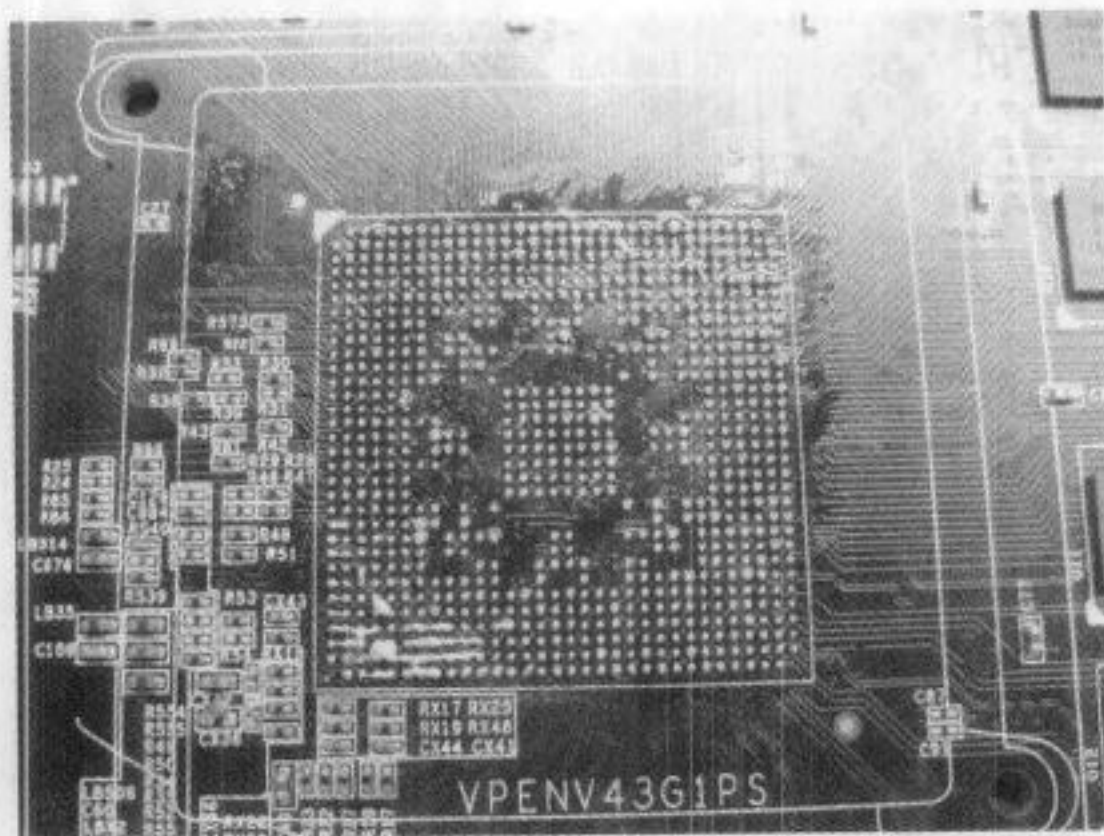

图 5-18 拆下 GPU
(5) 既然跑线到达了 GPU，就先把 GPU 拆下来，如图 5-18 所示。